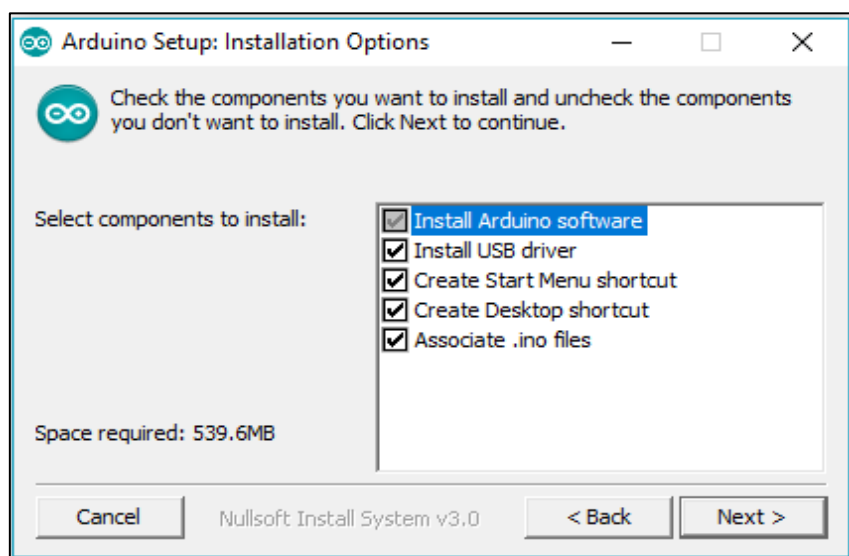

Figura 7. Componentes a instalar
- De acuerdo a la figura 7. A continuación, le damos en next.